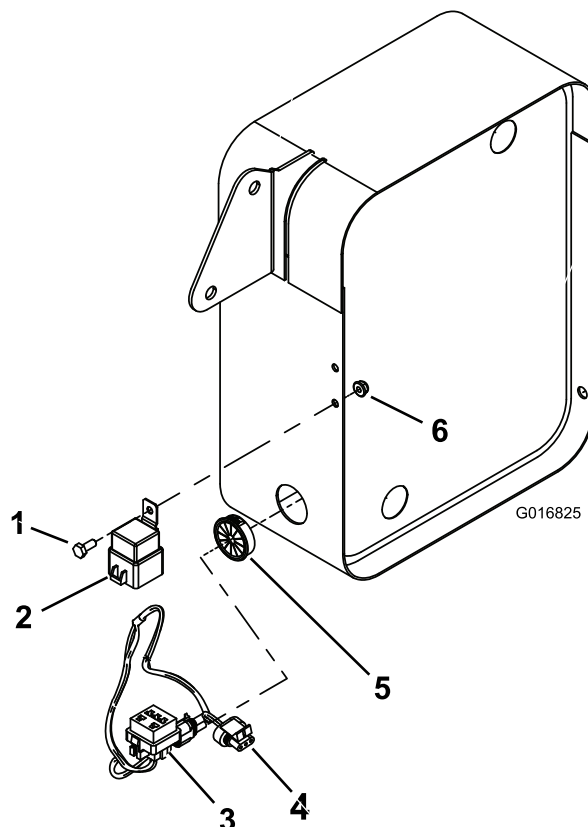

Figura 3
2. Desligue o jumper da extremidade da cablagem e monte o relé no lado do suporte do dispositivo de arrefecimento de óleo com um parafuso de cabeça hexagonal (1/4 x 5/8 pol.) e porca flangeada hexagonal (1/4 pol.) (Figura 3).
3. Insira o casquilho na abertura do lado inferior no dispositivo de arrefecimento de óleo (Figura 3).